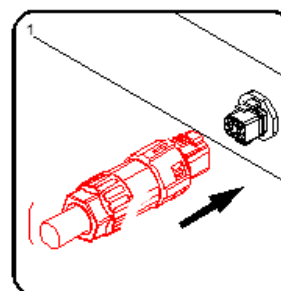

FIG 7 – Inserção do plugue no inversor
7. Localize o receptáculo correspondente no inversor, remova a tampa de proteção, insira o plugue no receptáculo e certifique-se de que esteja totalmente encaixado, conforme a FIG. 7.